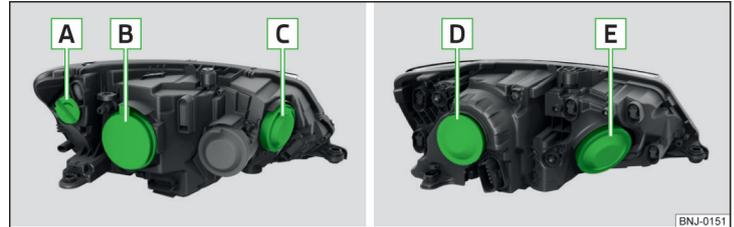

Abb. 182 Prinzipdarstellung: Halogen-Scheinwerfer / Halogen-Projektor-scheinwerfer
Glühlampenanzordnung » Abb. 182
- Die Schutzkappe **B** » Abb. 182 auf Seite 194 abnehmen.
- Die Schutzkappe **B** » Abb. 182 auf Seite 194 einsetzen.
- Die Schutzkappe **C** » Abb. 182 auf Seite 194 abnehmen.
- Die Schutzkappe **C** » Abb. 182 auf Seite 194 einsetzen.
- › Die Schutzkappe **B** » Abb. 182 auf Seite 194 abnehmen.
- › Die Schutzkappe **B** » Abb. 182 auf Seite 194 einsetzen.
- › Die Schutzkappe **D** » Abb. 182 auf Seite 194 abnehmen.